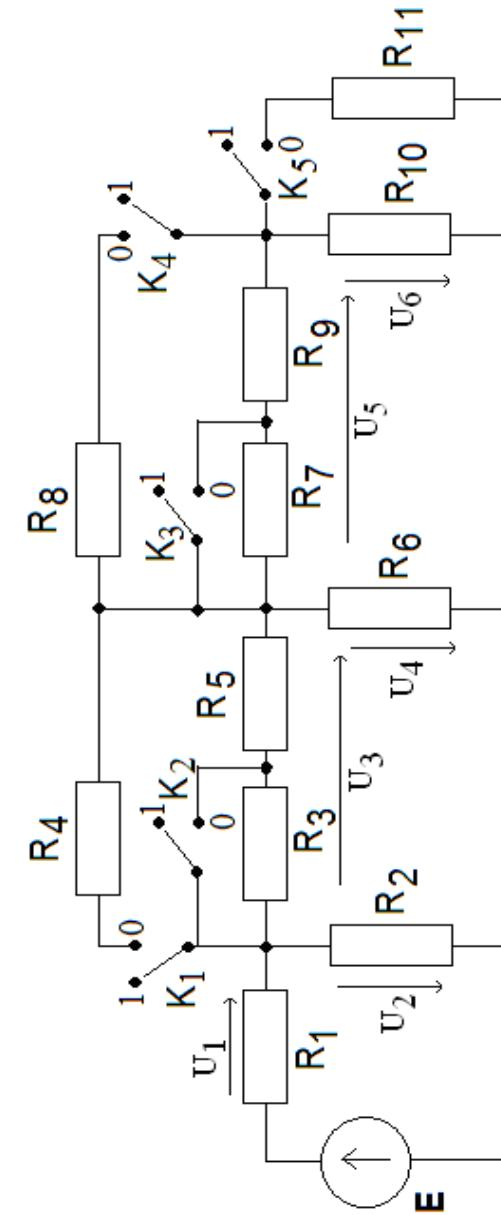

Рис. 1.12
1.7.1. В схеме цепи, показанной на рис. 1.12 установите ключи  $K_5 \div K_1$  в положение, соответствующее **двоичному коду** Вашего **номера N по модулю 32** в списке группы  $K_5K_4K_3K_2K_1$ , значения  $K_i = 0$  или  $1$ ,  $i = 1, 2, 3, 4, 5$ . Зарисуйте полученный вариант электрической цепи. Значения сопротивлений элементов цепи в **Омах** определяются выражением
где  $G$  - номер группы,  $N$  - номер студента в списке группы,  $k$  - номер сопротивления в схеме на рис. 1.12. Значение ЭДС источника  $E$  примите равной **10 В**. Эта же схема рассматривалась в пункте 1.6.2 лабораторной работы №5 (рис. 1.2).
Рассчитайте значения напряжений  $U_1, U_2, U_3, U_4, U_5, U_6$ , показанных на рис. 1.12 для Вашего варианта цепи, проверьте правильность полученных решений с помощью второго закона Кирхгофа, используя для вычислений программу MathCAD. Результаты расчета занесите в табл. 1.6.